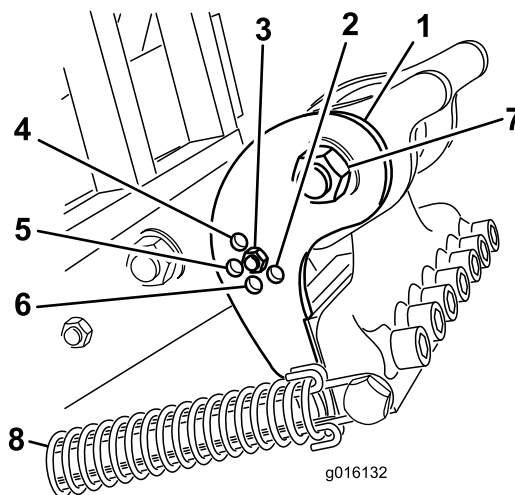

图38
根据打孔针的长度将曲面支架 图38 设定到正确的位置。通过选择用螺栓固定调节杆的孔将打孔头限位器设定到 5 个预先确定的位置之一。仅仅这些孔是预先确定的例如在 30.5cm 的位置使用 25.4cm 打孔针您可以达到更平滑的修整取决于具体应用的需求。
3. 松开到打孔针夹头的拉簧 图38。
4. 卸下曲面支架调节孔中的螺母和螺栓 图38。